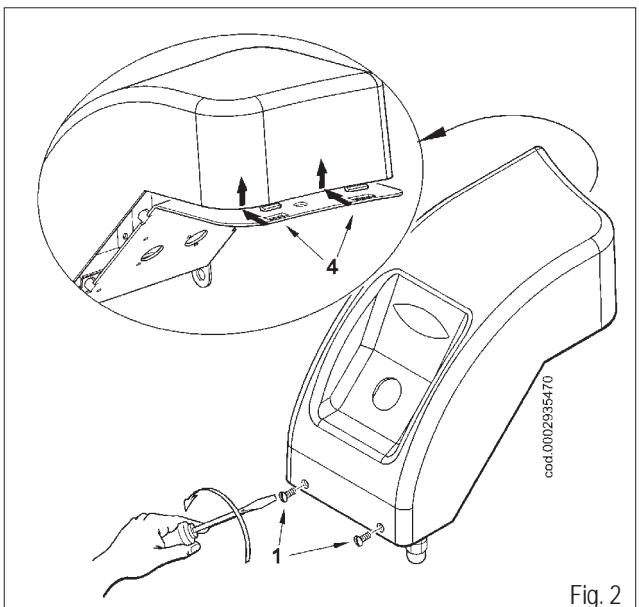

Fig. 2
- Enlever à présent les 4 écrous (7) indiqués dans la figure 2, démonter le tuyau de flamme (8) des goussets correspondants, repositionner ce dernier avec la fixation taraudée de la rampe gaz tournée vers le haut.
- Pour accéder aux éléments du tableau, dévisser les deux vis (1), repousser légèrement le couvercle pour les décrocher de la base de support (fig. 2) puis le soulever.